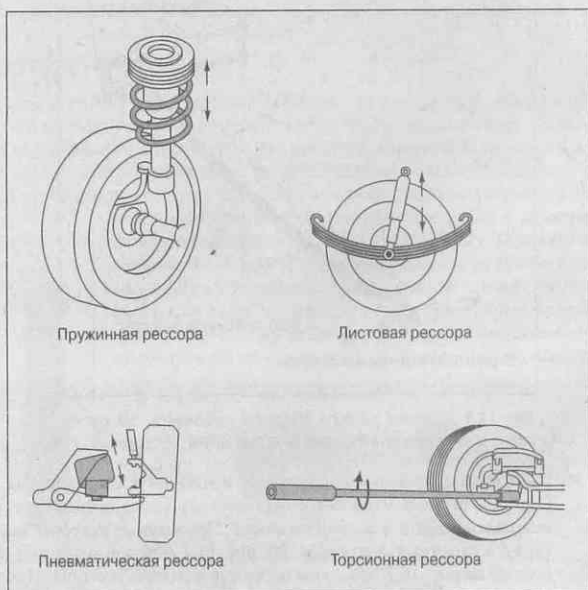

Рис. 11.7. Листовые, пружинные, торсионные и пневматические рессоры
Рессоры являются основой системы подвески. Для поглощения энергии ударов и сохранения дорожного просвета используются различные типы рессор. Это могут быть витые пружины или листовые рессоры, торсионный вал или пневматические пружины (рис. 11.7). Во многих моделях автомобилей чаще используются листовые или пружинные рессоры; в спортивных машинах используются пружинные рессоры, торсионные валы или листовые рессоры. Пневматические рессоры можно встретить только на автомобилях класса "люкс" типа: Chrysler New Yorkers, Lincoln Continentals и на некоторых моделях автомобилей Кадиллак.
- ✓ **Пружинные рессоры** напоминают пружины в старомодных диванных. Они обычно применяются в передней подвеске автомобиля, хотя могут использоваться и в задней подвеске. Пружинные рессоры используются также в стоечных подвесках. На рис. 11.7 показан один тип пружинных рессор; на рис. 16.7 показаны передние и задние рессоры. Инструкции по их смазке вы найдете в главе 16 «Смазка, или Что продлевает жизнь автомобилю». В передней части пружина амортизирует удары и вибрацию.
- ✓ **Торсионные валы** (рис. 11.7 и 16.9) используются главным образом в спортивных моделях автомобилей и в автомобилях, которые производились компанией *Chrysler* до 1980. Они расположены впереди машины и соединяются с нижними рычагами. Они крутятся для того, чтобы приспособиться к различиям загрузки, которые автомобиль способен нести, позволяя перемещаться передним колесам в вертикальной плоскости. Торсионный вал можно считать не скрученной в спираль пружиной.
- ✓ **Пневматические рессоры** обычно устанавливаются на автомобилях класса "люкс". Резиновая пневматическая рессора заполняется сжатым воздухом для управления жесткостью подвески и поддержания надлежащего дорожного просвета. В этом типе подвески компьютер контролирует высоту дорожного просвета и всякий раз, когда вес автомобиля возрастает, передает встроенному воздушному компрессору команды на подкачку дополнительного воздуха в пневматическую рессору. Когда нагрузка снижается, компьютер включает выпускной клапан и снижает давление в пневматической рессоре (рис. 11.7 и 16.10).